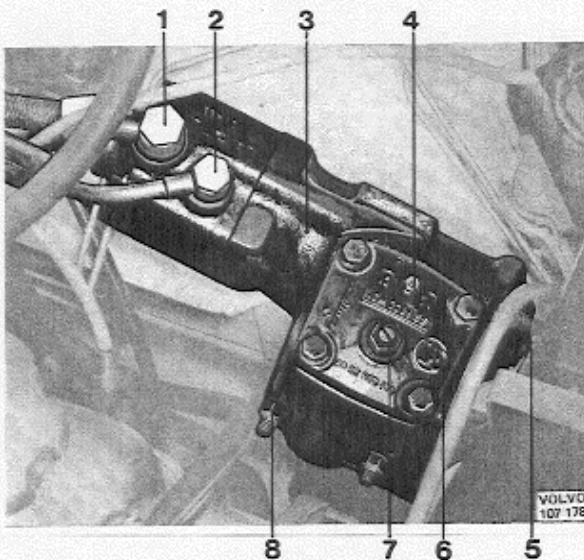

Abb. 89 Servolenkgetriebe, eingebaut
Fahrzeug unter der Vorderachse aufbocken. Ablassschraube (6, Abb. 89) herausdrehen. Lenkrad nach links bis zum Anschlag umdrehen. Deckel vom Ölvorratsbehälter abnehmen. Motor anlassen und diesen höchstens 10 Sek. laufen lassen, bis das Öl aus Pumpe und Behälter geronnen ist. Motor abstellen und das Lenkrad von Anschlag bis Anschlag drehen, um den Ölaustritt zu beschleunigen.
4. Entlüftungsschraube (4, Abb. 89) 1/2 bis 1 Windung öffnen und wieder verschließen, wenn Öl durch die Schraube ausströmen beginnt.
- c) Gegenmutter der Einstellschraube (7, Abb. 89) lösen.